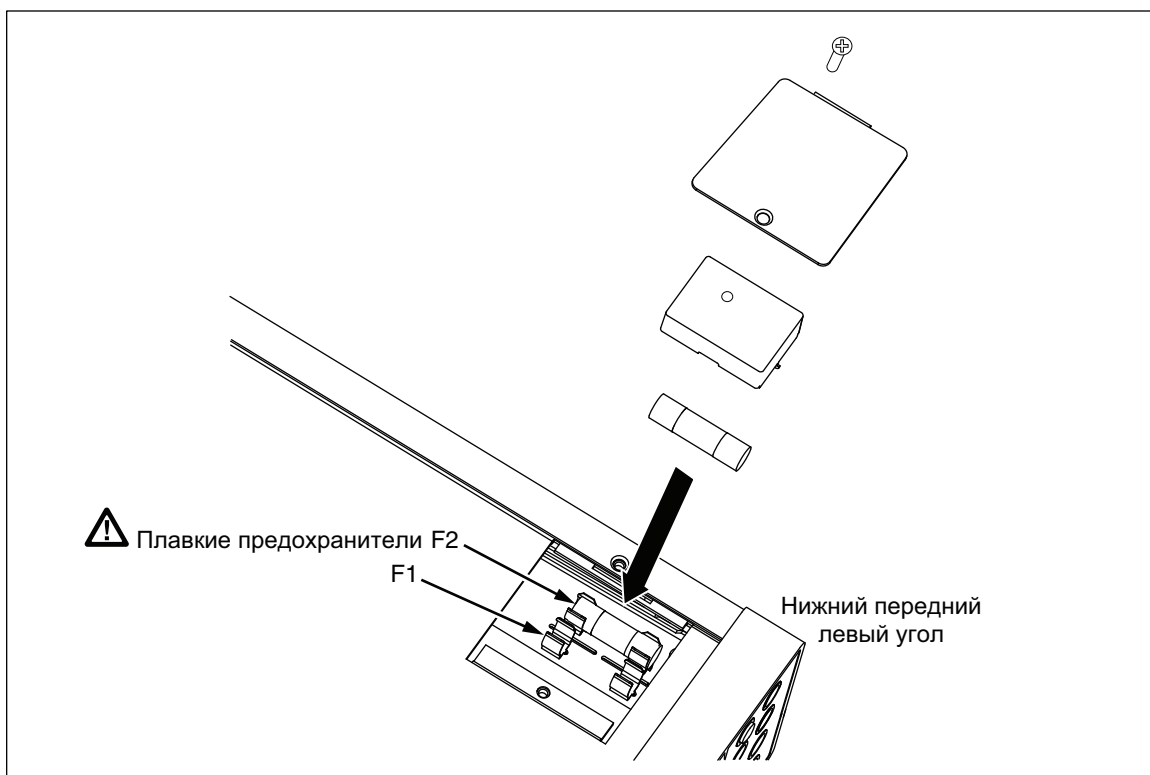

Рисунок 2-2. Замена плавких предохранителей на токовом входе
3. Открутите фиксирующий винт крышки предохранительного отсека, расположенной в нижней части измерительного прибора. См. Рисунок 2-2.